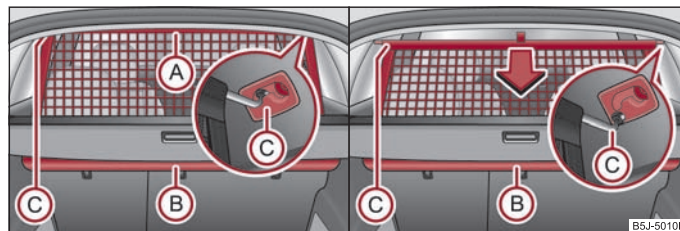

Fig. 65 Extragerea / rularea în sus a peretelui despărțitor din plasă
- Trageți peretele de curelușă A din carcasă B în direcția suporturilor C ⇒ fig. 65.
- Trageți bara în spate din suporturile din plafon, mai întâi pe o parte, apoi pe partea cealaltă, și scoateți-o din suporturi C ⇒ fig. 65.